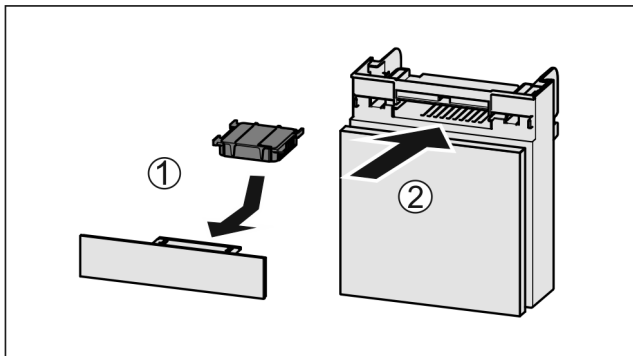

Fig. 193
- Vendorsni filtrin me karbon aktiv siç tregohet në figurë Fig. 193 (1).
- Futni kutinë në vend Fig. 193 (2).